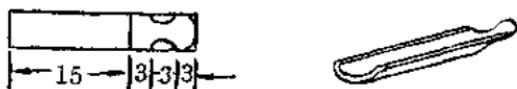
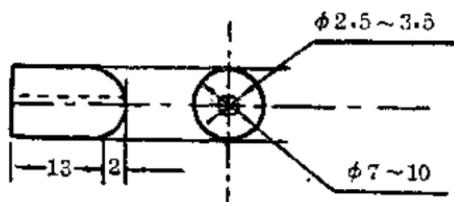
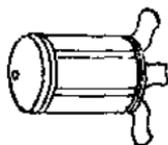

图 26
图 27
图 28
i. 剪整流片 用厚约 0.5 毫米的纯铜片按图 26 形状剪 5 片, 锉光滑(铜片宽度视整流子竹芯而定, 为竹芯圆柱底面周长的五分之一)。
ii. 弯整流片 把整流片 5 片, 大小锉至相同, 再用  $\phi$  为 7—10 毫米铁条一段, 侧面沿长度压在整流片上, 其下砧以木块的截面(或用旧木凳脚朝天放代替砧木亦可), 用力打击, 使铜片成为弧形, 如图 26。
iii. 做整流子竹芯 取大楷笔竹笔杆一段, 其大小必须恰当, 即把如图 26 做成的 5 片弧形整流片, 恰好包围在这竹芯上, 每两片之间要留出约为 1 毫米的空隙距离, 选这样的笔杆截取一段, 如图 27, 先刮去竹青, 一端再用木锉锉成半球形。然后用砂皮砂光滑, 因这部分要接触轴承前支架, 把它做成
iv. 扎整流片 把这样做成的整流片，弧形的弯面朝下，分别把有凹口的一段（照图 26 的尺寸），用钳朝上弯曲成直角，用棉纱线把做好的 5 片整流片，均匀地扎紧在竹芯的周围。（扎时可在竹芯周围涂一层快干胶水，把做好的整流片均匀地排粘在竹芯周围，扎线要扎在整流片的两端，中间是接触电刷处，不可扎线。）务使整流片间保持一定的均匀的空隙，不能碰触。线扎好后，再在线上涂一层薄薄的胶水，可以加固整流片。完成的整流子如图 28 所示形状。